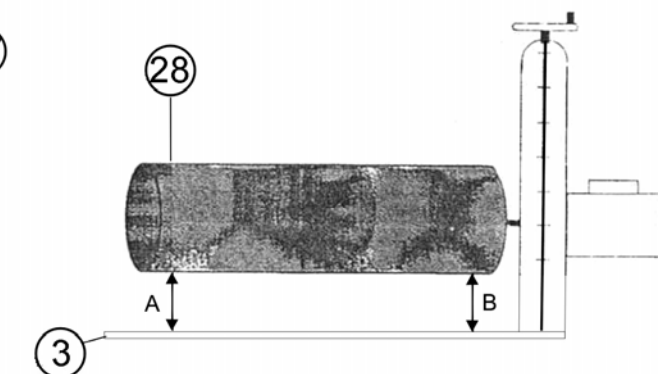

Рис. 6
9.2.2. Проверьте установку шлифовального барабана (28) относительно стола подачи (3), сняв сначала шлифовальную ленту с барабана (28). Цель данной регулировки заключается в том, чтобы были равны расстояния А и В, что обеспечивает параллельность барабана относительно стола подачи (3) и, соответственно, равномерную шлифовку, Рис. 6.
- С помощью маховика (8) опустите барабан (28), отрегулируйте регулировочными болтами (21) расстояния А и В до параллельности, Рис.6. Закрепите болты (21).
Установка высоты шлифовального барабана (28), Рис.6,9, регулируется вращением маховика регулировки высоты шлифовального барабана (8). Установка высоты шлифовального барабана (28) контролируется по шкале (11)